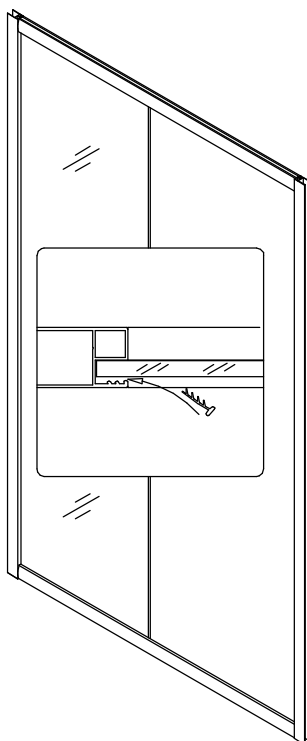

Рис.3
Вставьте в паз профиля для стекла (1) боковой уплотнитель (8). (Рис. 3).